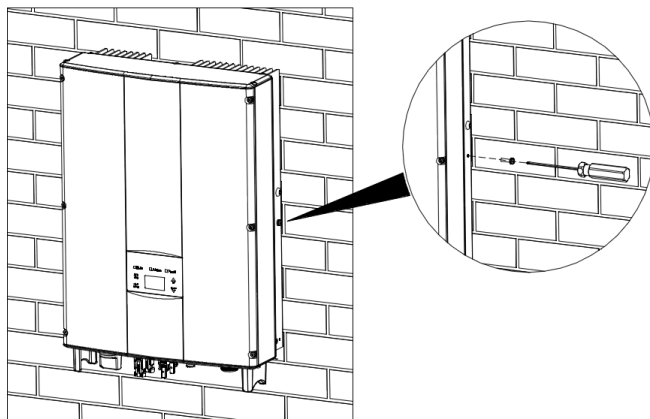

Figura 4.11 Instalarea șuruburilor M5X20
- (6) Asigurați-vă că invertorul este instalat corect și strângeți șuruburile M5X20 în orificiile pentru șuruburi pe partea stângă și dreaptă a invertorului (cuplul de strângere este de 3N·m). După cum se arată în Figura 4.11.